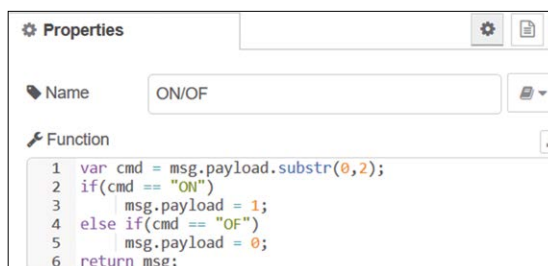

Figure 5.29 Configuration du nœud de fonction
- Créer un nœud de fonction nommé **SUR/DE**, ayant les déclarations suivantes (voir Figure 5.29). Ici, la fonction **soustraction** est utilisé pour extraire les deux premiers caractères de la commande reçue. Si la commande est **Sur**, puis 1 est retourné pour activer le buzzer. Sinon, si la commande est **De**, puis 0 est renvoyé pour désactiver le buzzer. Cliquez **Terminé** :